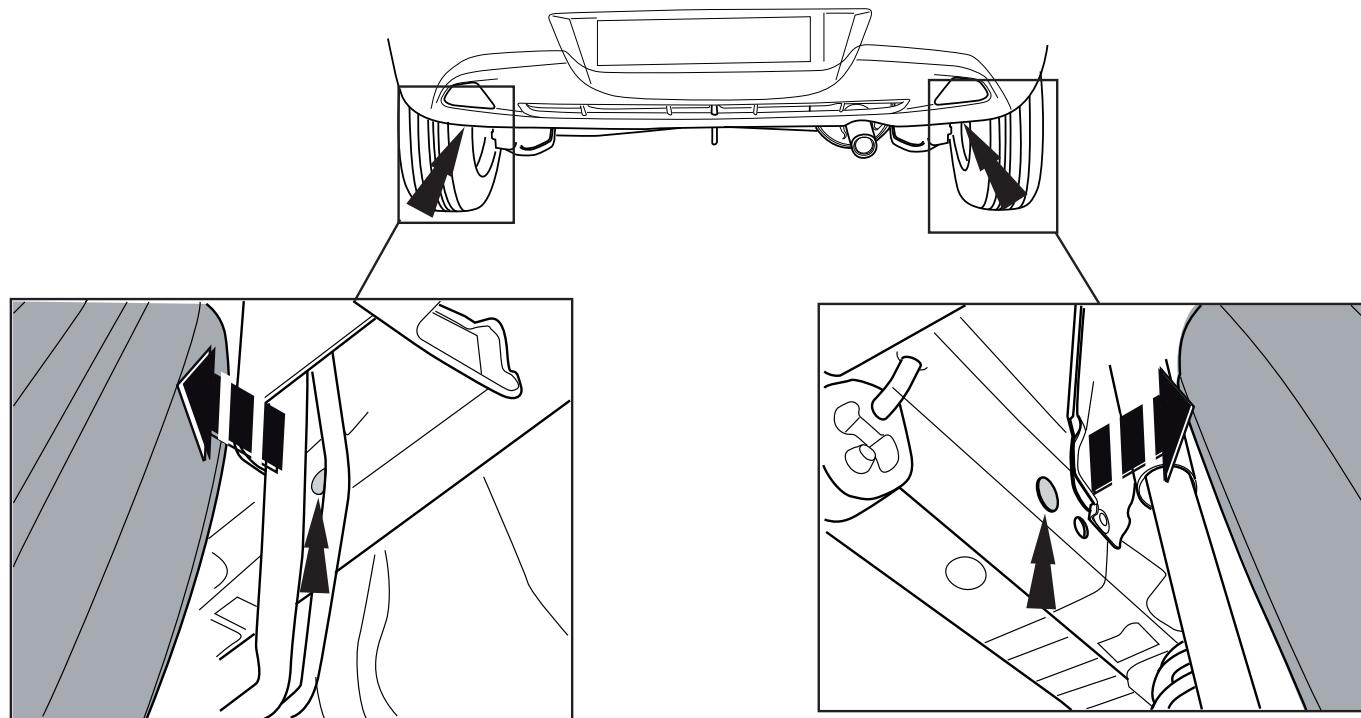

Fig.2
- Удалить резиновые пробки в указанных точках (см. рис. 2).